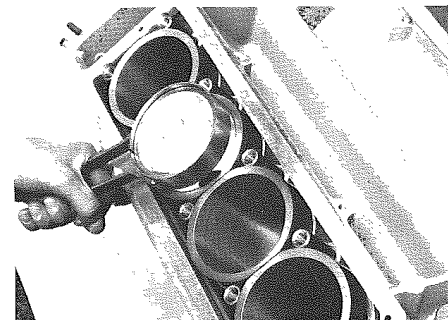

Fig. 127 - Attrezzo n. 31
- Servirsi dell'apposito attrezzo n. 31 (**Fig. 127**) per inserire i pistoni; guidare la biella con la mano.
- Use tool No. 31 (**Fig. 127**) to fit the pistons; head the con-rod with your hand.